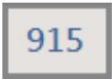

Fig. 3-7 Menú FOV de lente 4X
(2) Menú de campo de visión (FOV)  : Debajo de la Fig. 3-7, 3-7-1 y la Fig. 3-8 se encuentra el menú FOV para la lente del objeto 4X